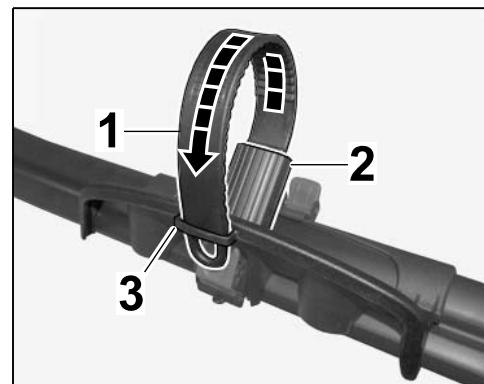

Figura 37 (sin bicicleta ni bicicleta de carreras)
- 8.2 Abatir la correa tensora e introducirla en la brida del alojamiento de rueda ( $\Rightarrow$  Figura 37 (sin bicicleta ni bicicleta de carreras)).